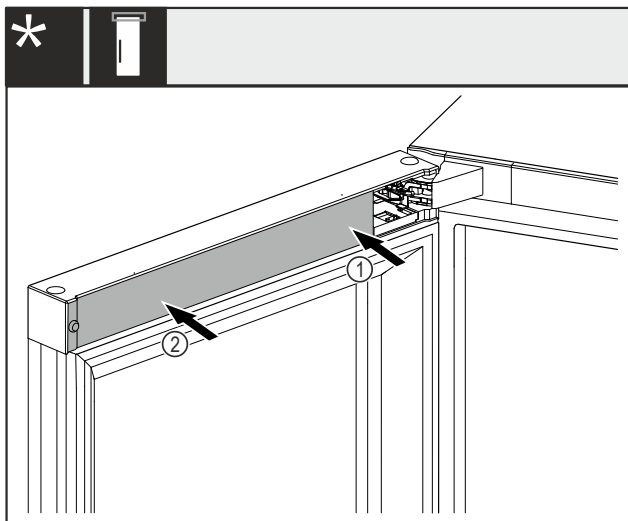

Fig. 49 *
- ▶ Спочатку встановіть кришку Fig. 49 (1) з боку опорного кронштейна та зафіксуйте її.*
- ▶ Встановіть і зафіксуйте кришку Fig. 49 (2) на зовнішній стороні.*